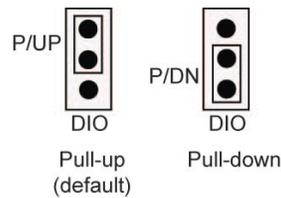

Abb. 6. Pullup/Pulldown-Brücke Konfiguration
4. Die Brücke, wie in Abb. 6 gezeigt, für „pull-up“ oder „pull-down“ konfigurieren.